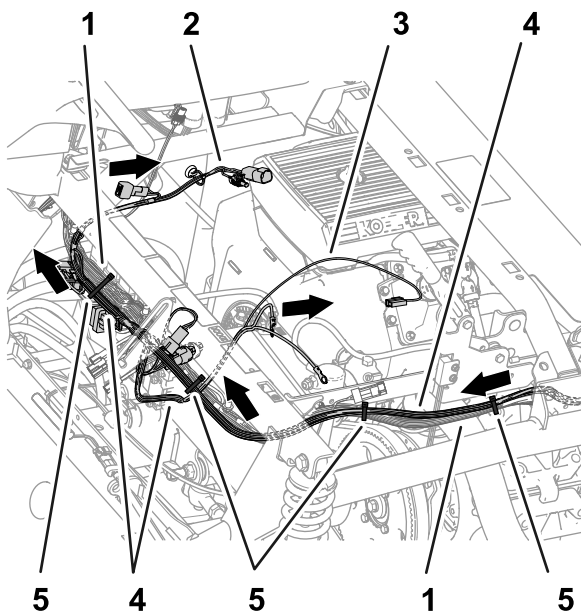

Figura 84
5. Disponete le diramazioni di 84 cm, 60 cm e 66 cm del cablaggio preassemblato del kit attraverso il tubo di supporto degli ammortizzatori, come illustrato nella Figura 84.
- Fissate il cablaggio preassemblato del kit al cablaggio preassemblato della macchina, come illustrato nella Figura 82, Figura 83 e Figura 84.